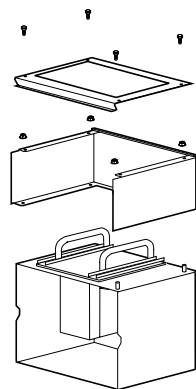
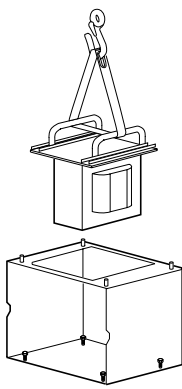

图 2
图 3
- 1 拆卸变压器的零件 (图 2) 以便随后安装，并通过起重机将变压器取出 (图 3)。
- 2 将固定螺钉从变压器支座上取下 (图 3)。